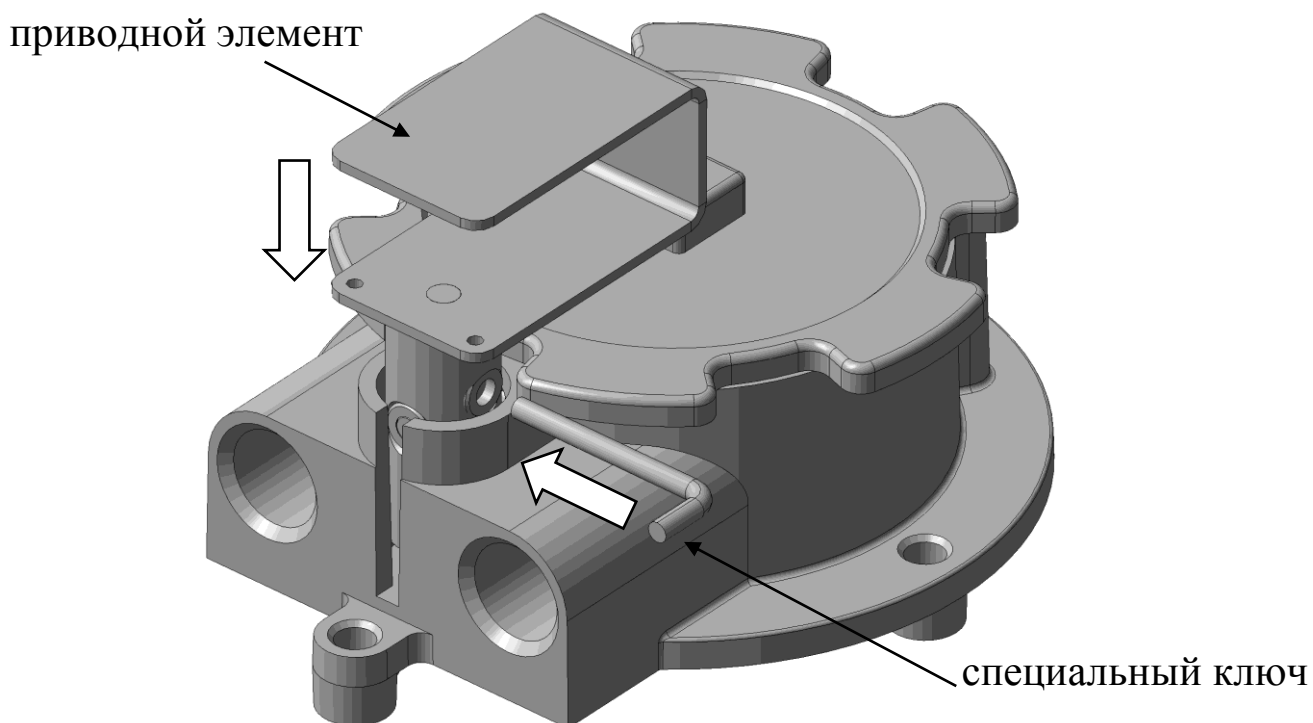

Рис. 2
1. В отверстие справа приводного элемента вставить специальный ключ и повернуть по часовой стрелке на 90° , рис.2;
2. Вставить приводной элемент до упора, рис.2.